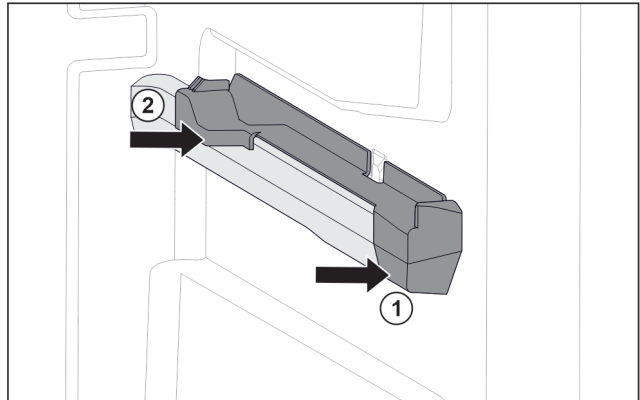

Fig. 151 Вставна частина на правому ребрі для резервуару
- ▶ Одягти вставну частину вперед на ребро резервуару. Fig. 151 (1)
- ▶ Притиснути вставну частину позаду. Fig. 151 (2)